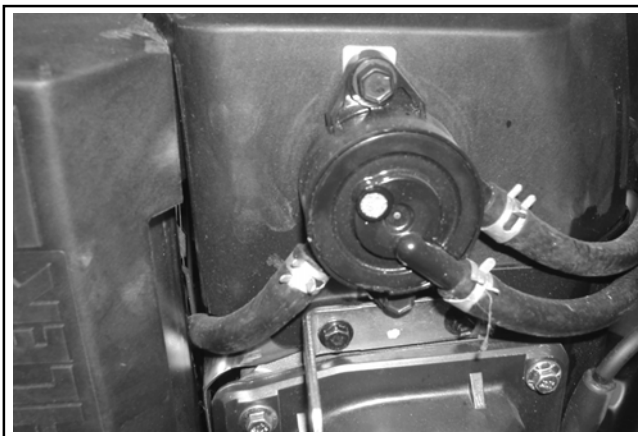

Figura 9-12. Dettagli della pompa di alimentazione ad impulsi.
1. Scollegare i tubi del carburante dal carburatore e dal filtro del carburante in linea. Vedere Figura 9-12.
3. Rimuovere le due viti di montaggio esagonali dal convogliatore dell'aria, quindi rimuovere la pompa di alimentazione ed i tubi come un unico gruppo. Vedere Figura 9-12.